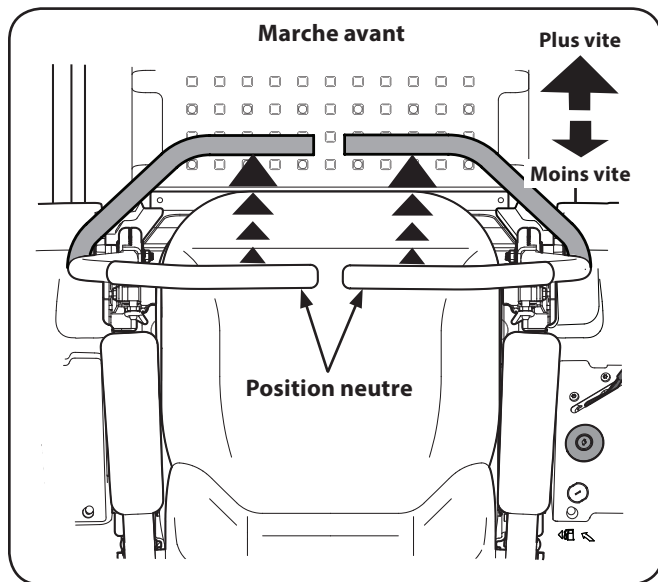

Figure 5-2
1. Poussez les barres de conduite lentement et graduellement vers l'avant. L'appareil commencera à avancer. Voir Figure 5-2.